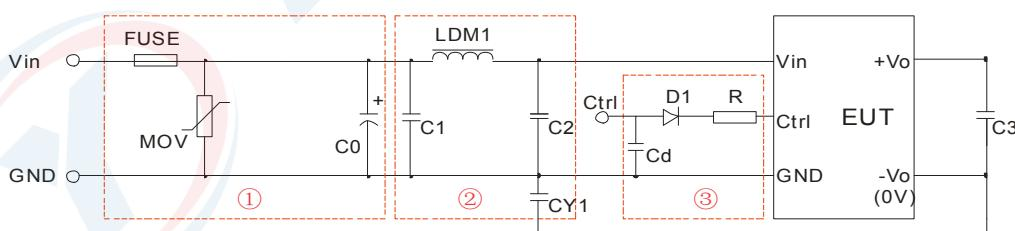

图 3
辐射骚扰	CISPR32/EN55032 CLASS B (推荐电路见图 3-②)
- ①图3中第①部分用于EMS测试；第②部分用于EMI滤波，可依据需求选择；
- ② V_C 为Ctrl端相对于输入地GND的电压， V_D 为D1的正向导通压降， I_C 为流入Ctrl端的电流，一般取5-10mA，Ctrl端外围电路如图3-③；
- ③若图中元器件无附其参数说明，则此型号外围中不需要这个元器件。